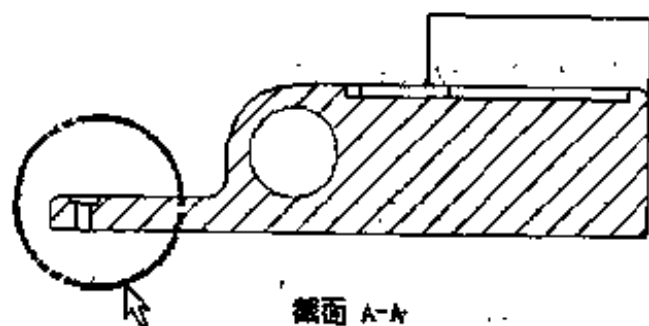

图 2.89 选择局部放大视图的中心和区域
- (1) 单击【局部放大视图】按钮，然后单击如图 2.89 所示的位置，放置局部区域的中心点。